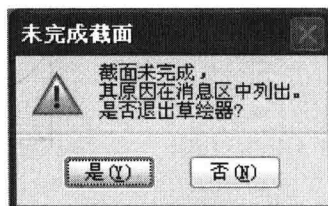
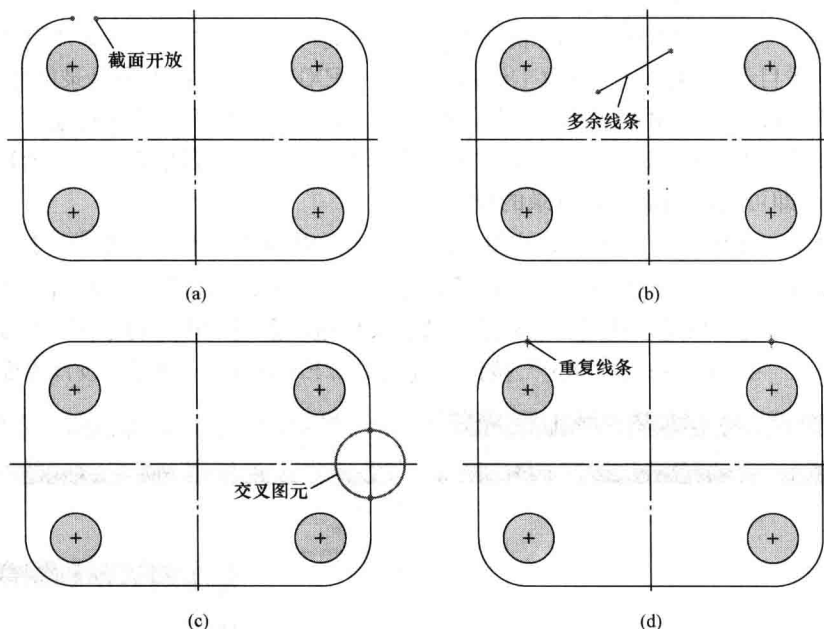

图 1-9 【未完成截面】对话框
图 1-10 截面未完成示例
(6) 拉伸特征创建失败的原因。当完成草绘截面, 单击草绘工具栏中的“完成”按钮  后, 弹出如图 1-9 所示的【未完成截面】对话框时, 可在“信息提示区”查看截面未完成的原因: ①截面不封闭, 如图 1-10 (a) 所示; ②截面轮廓中存在多余的线条, 如图 1-10 (b) 所示; ③截面线条相互交叉, 如图 1-10 (c) 所示; ④截面存在重复线条, 如图 1-10 (d) 所示。